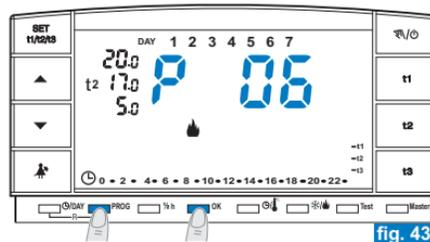

fig. 43
- Appuyer plusieurs fois sur la touche **PROG** jusqu'à faire apparaître sur l'écran l'inscription **P 06** clignotante ; confirmer en appuyant sur la touche **OK** (fig. 43).